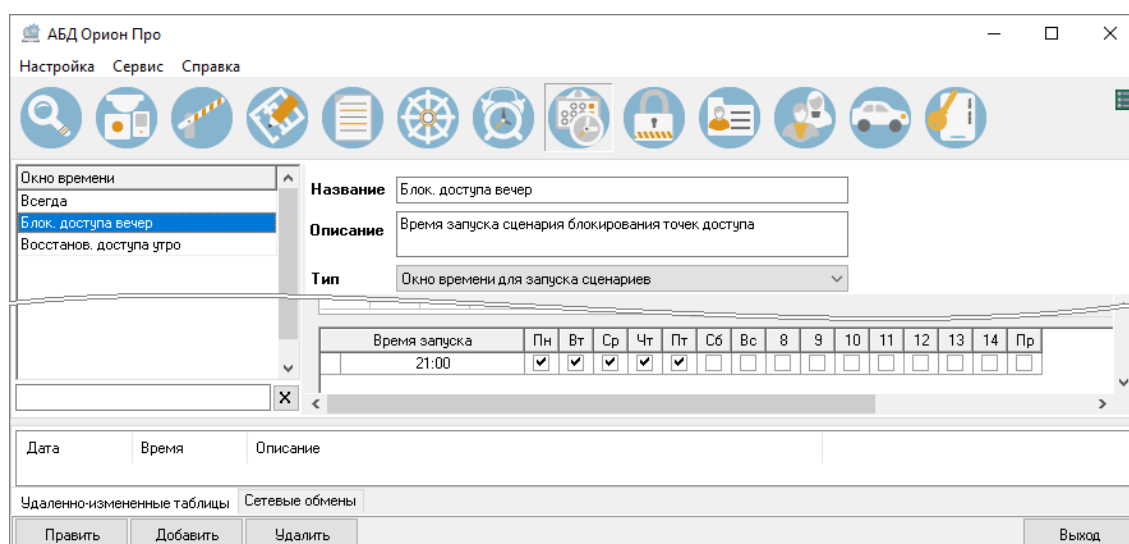

Рисунок 6-643 Окно времени для сценария блокирования доступа
- для сценария блокирования доступа – время, когда должен быть заблокирован доступ (см. Рисунок 6-643);